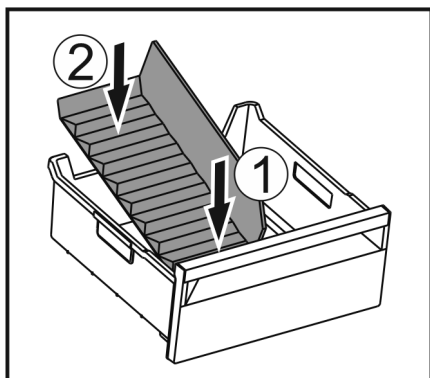

Fig. 107
- ▶ Introduceți partea frontală a separatorului pentru compartimentul de gheață. Fig. 107 (1)
- ▶ Coborâți partea posterioară a separatorului pentru compartimentul de gheață până la baza sertarului. Fig. 107 (2)